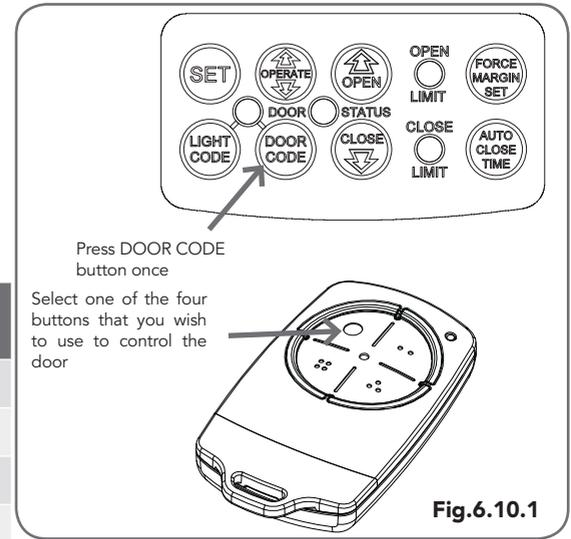

Fig.6.10.1
- Press and hold the DOOR CODE button (**Fig 6.10.1**).